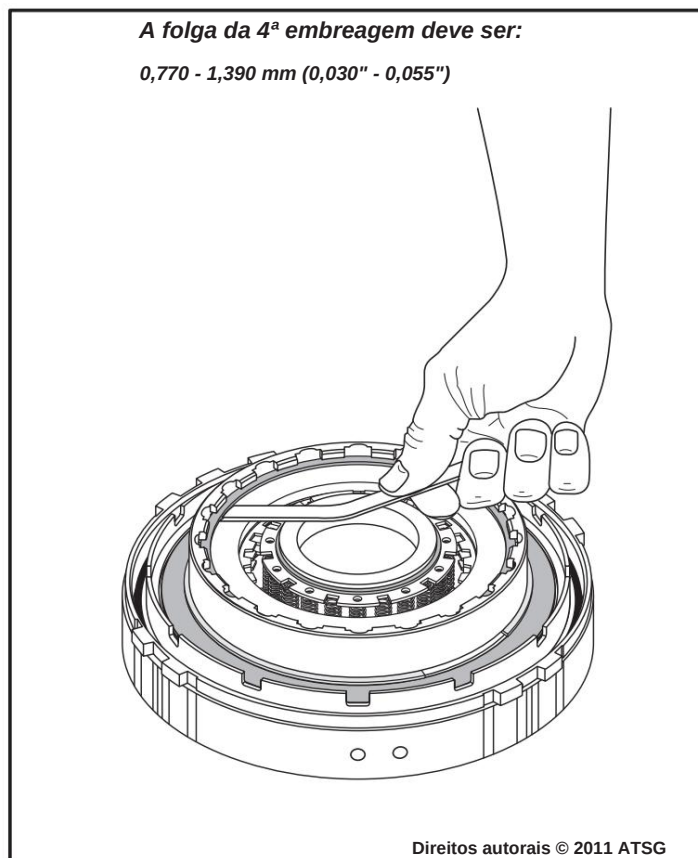

Figura 84
17. Meça com um calibrador de folga entre o anel elástico e a placa de apoio, conforme mostrado na Figura 84.